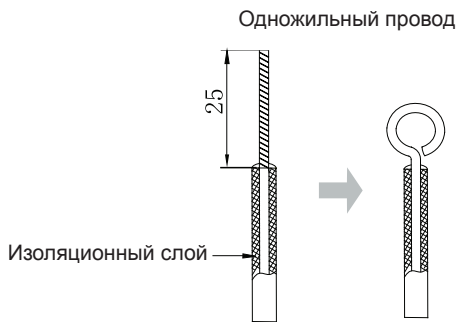

Рис.5.1.1
(1) Соединение провода (как показано на рис.5.1.1)